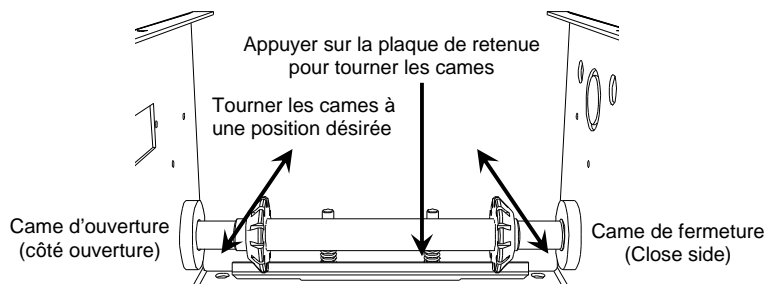

Figure 16 Ajustement des interrupteurs de fin de course
2. Appuyez sur la plaque de retenue sur le côté "ouverture" et tournez la came d'ouverture suffisamment jusqu'à que les limites soient activées et vous entendez les "CLICKS" – Figure 16 (deux CLICKS pour le circuit électromécanique. Seulement UN CLICKS en cas de plaquette électronique, vérifiez également si la lumière "Close Limit" est allumée sur la plaquette)
5. Appuyez sur la plaque de retenue sur le côté "fermeture" et tournez la came de fermeture suffisamment jusqu'à que les limites soient activées et vous entendez les "CLICKS" – Figure 16 (deux CLICKS pour le circuit électromécanique. Seulement UN CLICKS en cas de plaquette électronique, vérifiez également si la lumière "Open Limit" est allumée sur la plaquette)